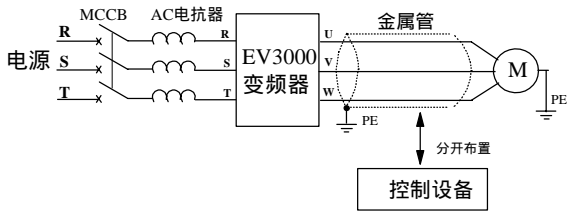

图 3-11 降低变频器输出干扰的方法
- 5) 为了抑制变频器输出侧产生的干扰噪声，降低对其它设备的干扰，可在变频器输出侧选配变频器专用的噪声滤波器；还可以通过把变频器的输出电缆线 U、V、W 穿入接地金属管，并与控制信号线分开布置的方法来减少干扰，如图 3-11 所示。